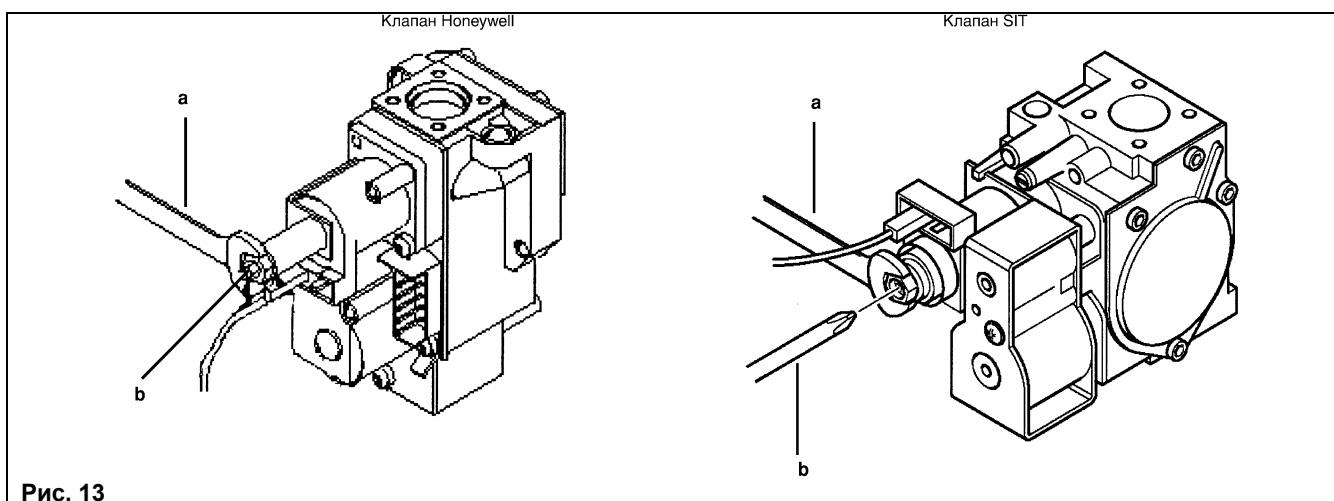

Рис. 13
- Проверить давление газа на горелке согласно таблице 1 для соответствующей модели котла и соответствующего типа газа. При необходимости снять крышку модулятора (позиция 4, рис.12) и поворачивать латунный винт (винт а, рис.13) до достижения давления, указанного в таблице 1 для соответствующей модели котла и соответствующего типа газа.
- Отсоединить провод питания модулятора. Котел перейдет в режим минимальной мощности. Проверить давление газа на горелке согласно таблице 1 для соответствующей модели котла и соответствующего типа газа. При необходимости поворачивать винт (винт б, рис.13) до достижения давления, указанного в таблице 1 для соответствующей модели котла и соответствующего типа газа.